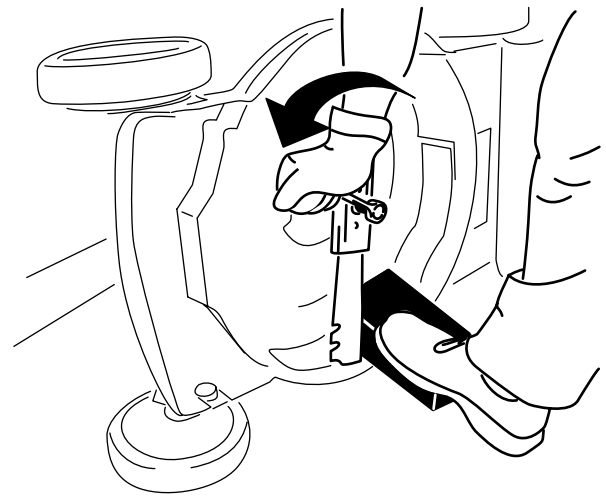

Figura 19
2. Utilice un bloque de madera para inmovilizar la cuchilla (Figura 19).
3. Retire el perno de la cuchilla, el soporte y la cuchilla; guarde el soporte y el perno de la cuchilla (Figura 19).